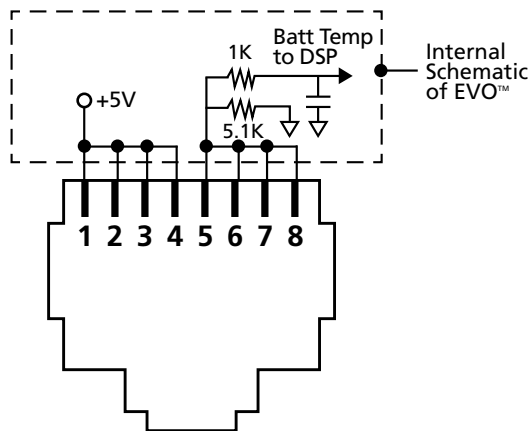

Fig 5.6 Pinout of RJ-45 Jack marked "Battery Temp. Sensor" on the Front Panel of EVO™ (6, Fig 2.1)
The Battery Management System (BMS) that comes with the Lithium Ion Battery being used may need to have control over charging and discharging of the battery. For this, any of Pins 1/2/3/4 and any of Pins 5/6/7/8 of the Temperature Sensor Jack (6, Fig 2.1; Pinout at Fig 5.6) may be used to feed potential free contact closing signal from the BMS to “Stop Charging” or “Stop Inverting”. See Section 5.11.2 for details.
Le système de gestion de la batterie (BMS) qui vient avec la batterie au lithium-ion utilisé peut avoir besoin d'avoir le contrôle de charge et décharge de la batterie. Pour cela, n'importe lequel des broches 1/2/3/4 et 5/6/7/8 de la prise de capteur de température (6, Fig. 2.1; Pinout à la Fig. 5.6) peut être utilisé pour l'alimentation contact libre de signal de fermeture de la BMS à "arrêter la charge" ou "arrêter d'inverser". Se reporter à la Section 5.11.2 pour plus de détails.
- Connect terminal marked "+" on the SSR (Drain of Mosfet switch inside SSR) to any of pins 1/2/3/4 of RJ-45 Jack (Pinout shown at Fig 5.6)
- Connect terminal marked "-" on the SSR (Source of Mosfet switch inside SSR) to any of pins 5/6/7/8 of RJ-45 Jack (Pinout shown at Fig 5.6)